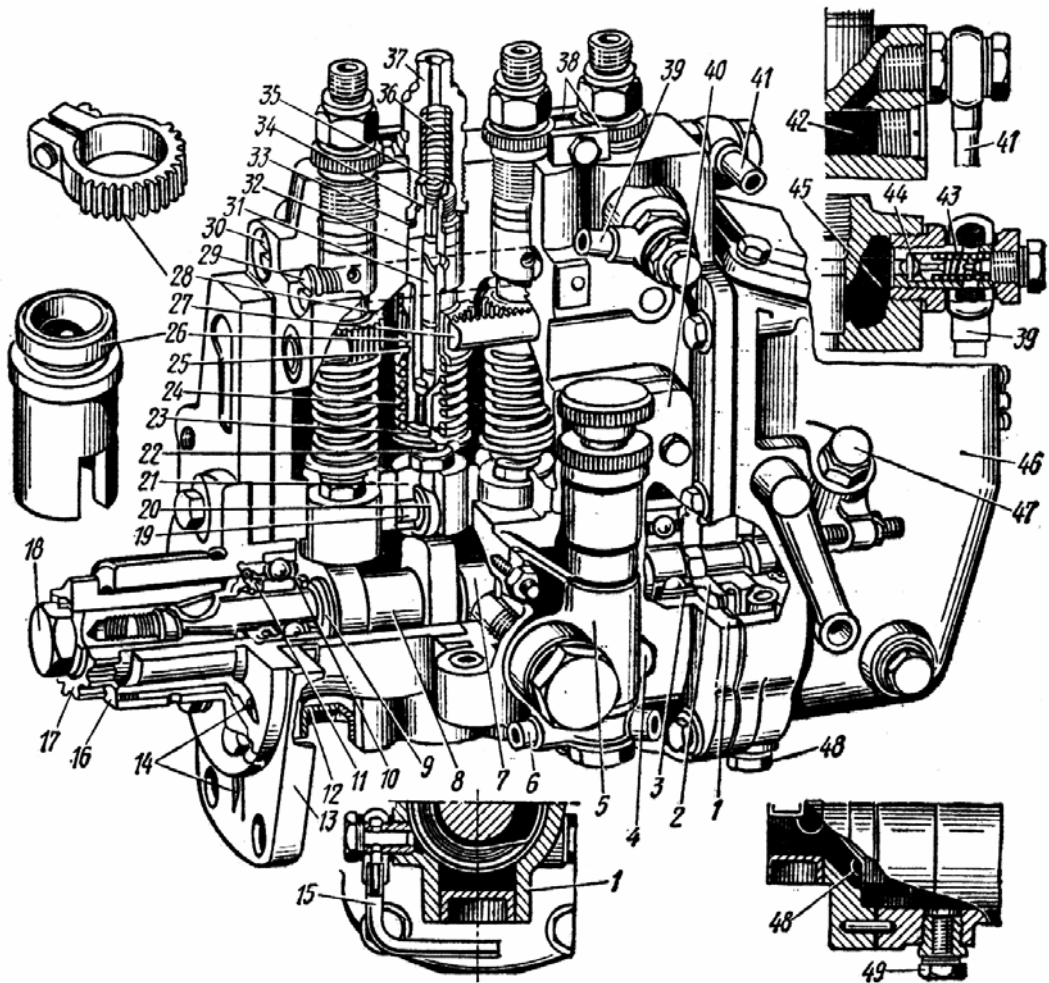

Рис. 4.23. Топливный насос УТН-5:
Рассмотрите и изучите устройство гильзы и плунжера (рис. 4.23).
8. По рис. 4.23 рассмотрите устройство регулятора. Привод регулятора выполнен в виде шайбы 28, жестко посаженной на кулачковый вал. Шайба через четыре резиновых сухаря 27 соединяется со ступицей 26. Подобное устройство позволяет смягчать нагрузки, возникающие при резких изменениях частоты вращения двигателя. На ступице 26 на осях 17 крепятся четыре грузика 23. На валу установлен упорный шарикоподшипник 21 и надета муфта 19 с впрессованной внутри бронзовой втулкой. Муфта упирается в стальную закаленную пяту 18 промежуточного рычага 13. Оба рычага 9 и 13 имеют одну ось 22 в нижней части корпуса. Отклонение промежуточного рычага от основного ограничивается болтом 15. В промежуточный рычаг ввернут корпус корректора 10, в котором находится пружина корректора 31. Жесткость этой пружины регулируется пробкой 30. Пружина поджимает штифт 11 корректора, который стремится разжать рычаги 9 и 13. Также за промежуточный рычаг крепится пружина 7 обогатителя. Верхний конец промежуточного рычага связан с рейкой 1 топливного насоса. Верхний конец основного рычага 9 связан с пружиной 6 регулятора. Другой конец пружины соединен с серьгой 4. Отверстия в серьге позволяют вворачивать пружину в них и изменять ее жесткость.